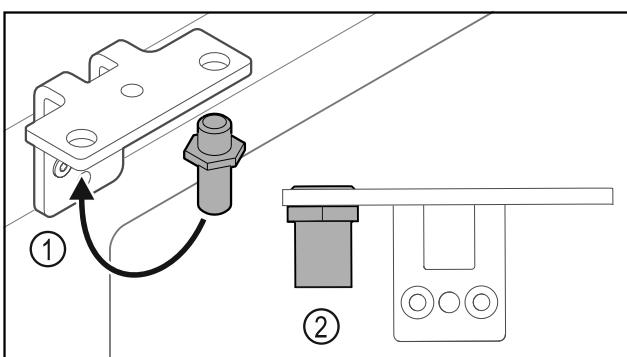

Fig. 33
- ▶ Перемістити палець Fig. 33 (1) у шарнірному кутику.
- ▶ Затягнути палець Fig. 33 (2) з **обертальним моментом 12 Нм.**